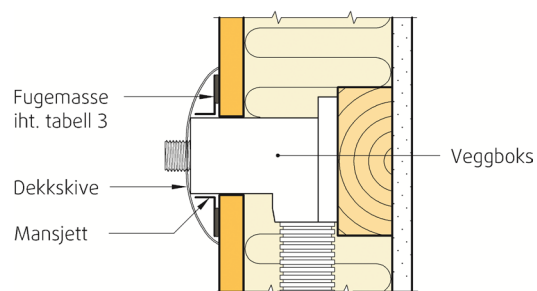

Fig. 5
- Mansjetter som følger med veggbokser limes fast mot baderomspanelet med Bostik Silmax eller CT1 fugemasse, se fig. 5